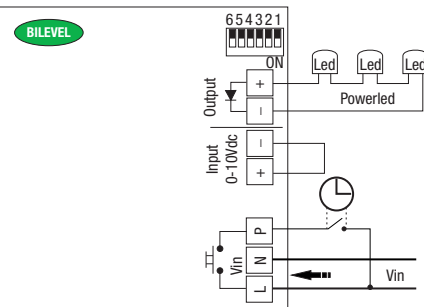

Fig. 5 - RN9160
- DETECTOR** = voir Fig. 5 - Exemple fonctionnement B
- DETECTOR** = siehe Abb. 5 - Betriebsbeispiel B
D - Fonction Detector - Fig. 5 - Cette fonction permet, via commande sur entrée bouton (par ex. détecteur de présence) d'obtenir : lumière maximale contact fermé, après 60 secondes à partir de l'ouverture du contact la lumière se mettra automatiquement à 10 %, après 10 minutes sans autres commandes du détecteur, la lumière s'éteindra automatiquement (Ex. B).
D - Funktion Detector - - Abb. 5 - Mit dieser Funktion kann man durch die Steuerung am Eingang des Schalters (zum Beispiel Präsenzmelder) eine max. Beleuchtung mit geschlossenem Kontakt erhalten; 60 Sek. nach dem Öffnen des Kontakts geht das Licht automatisch wieder auf 10 % über, nach 10 Minuten ohne weitere Steuerungen von Seiten des Sensors schaltet sich das Licht automatisch ab (Bsp. B).